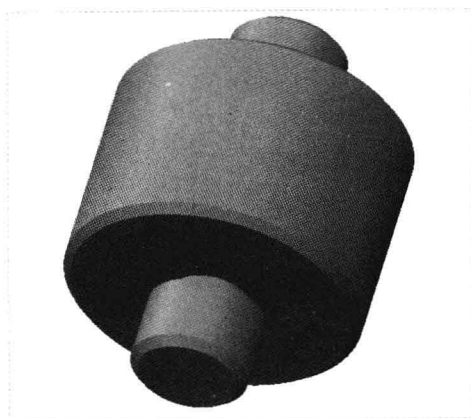

图 14-26 创建边倒角特征
Step 06 单击“应用并保存在工具中所做的所有更改，然后关闭工具操控板”按钮, 完成倒角特征的创建，如图14-26所示。